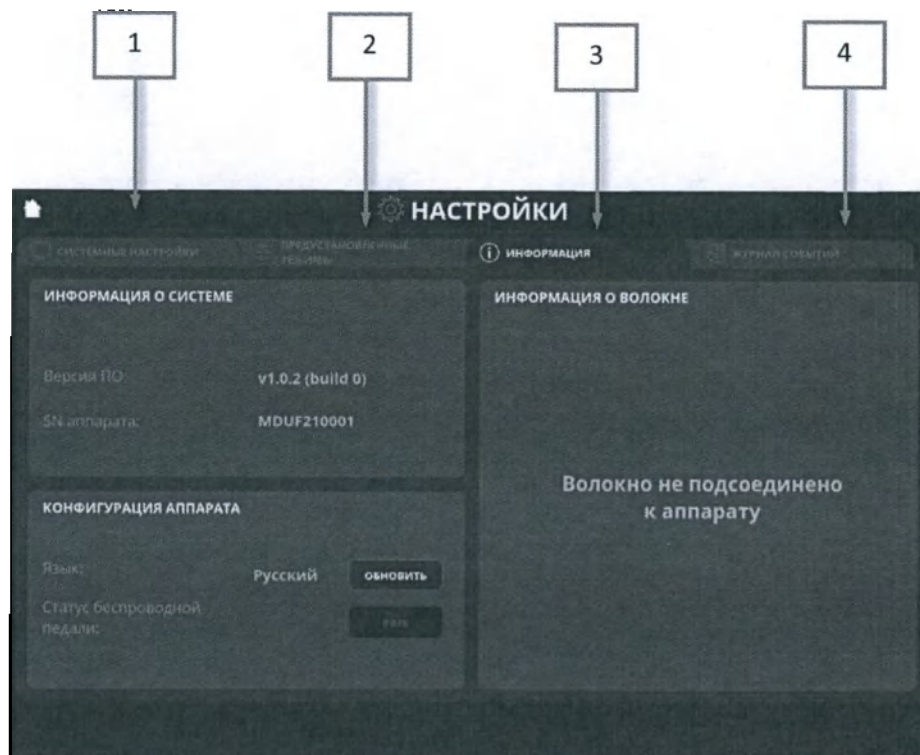

Рис. 33- Экран настроек параметров Аппарата
Изменение системных настроек Аппарата осуществляется при выборе закладки (1) (Рис.33) (открывается по умолчанию). Доступно изменение следующих системных параметров Аппарата:
Для просмотра предустановленных режимов и просмотра/редактирования пользовательских режимов выбранного профиля необходимо нажать на закладку (2) (Рис.33).
Для просмотра информации о серийном номере Аппарата, версии программного обеспечения, установке языка, подключении беспроводной педали, а также информации о подключенном волокне необходимо выбрать закладку (3) (Рис.33).
Для просмотра информации о системных ошибках Аппарата необходимо выбрать закладку (4) (Рис.33).